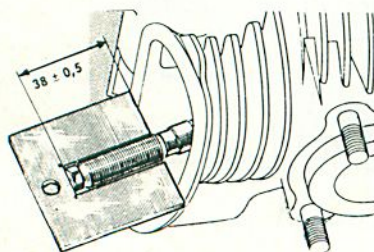

Figure 6.
DEPOSE ET POSE D'UN AXE DU PIVOT DE CULBUTEUR (fig. 6 et 7)
— Poser l'écrou (3) sur l'axe neuf (6), puis le frein (2). Bloquer sur l'axe deux contre-écrous (7) l'un contre l'autre et par l'écrou supérieur visser l'axe sur la tête de cylindre. L'enfoncement de l'axe de pivot est limité par une cote de $16,5 \pm 0,5$, mesurée entre le plan de joint du couvercle et l'arête du rayon (4). Pour la vérification de la cote on peut exécuter un gabarit suivant fig. 6. Après mise en place de l'axe de pivot, visser ou dévisser légèrement celui-ci pour amener l'orifice (8) de dégagement d'huile dans l'axe de queue de soupapes. Déposer les deux contre-écrous (7).